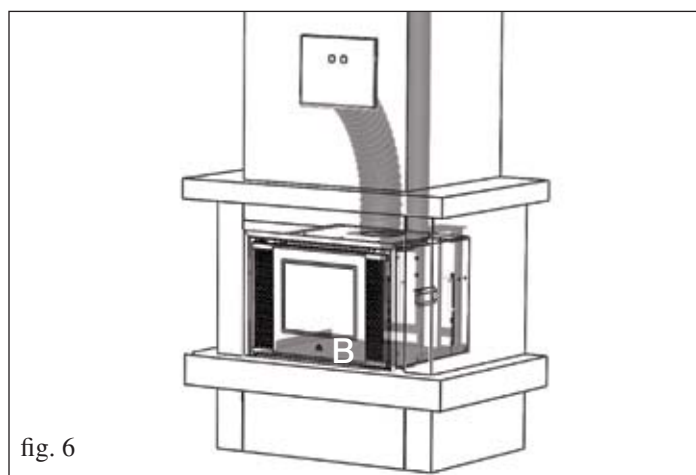

fig. 6
• Placer INPELLET 49 en le faisant glisser sur la plaque (**B**) jusqu'en fin de course (fig. 6).